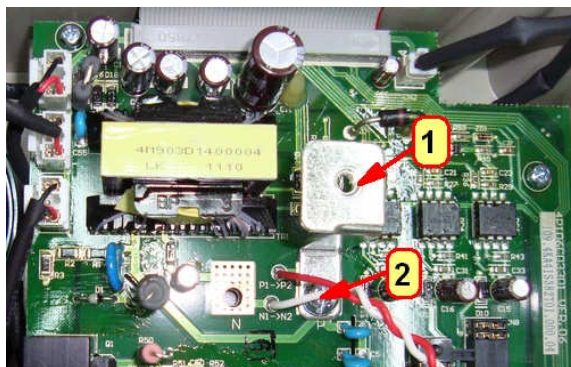

Рис.7.17
7.10.5. Установить на площадке P платы шину 1, закрепить ее, вкрутив винт 2 (рис.7.17).